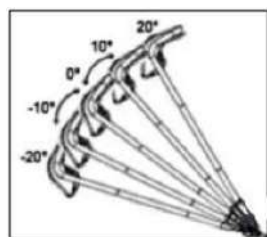

Fig. 3
- B) .Gire el mango superior centrado del engranaje de ajuste de ángulo para ajustar un ángulo apropiado en el alcance de -20° a 20° (5 posiciones: -20° / -10° / 0° / 10° / 20°) como se muestra en la Fig.3;